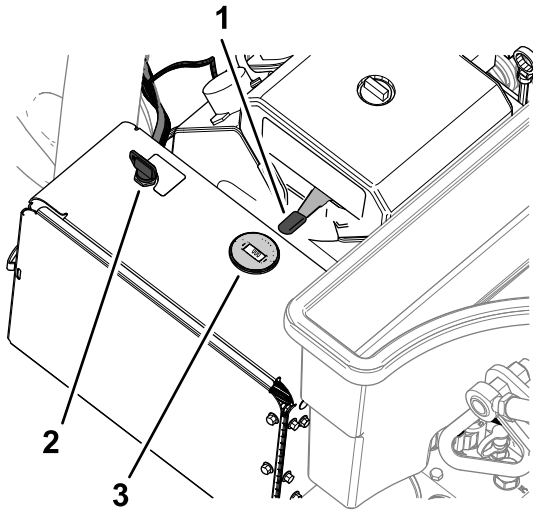

Figure 70
2. Utilisez le starter (Figure 70) comme suit :